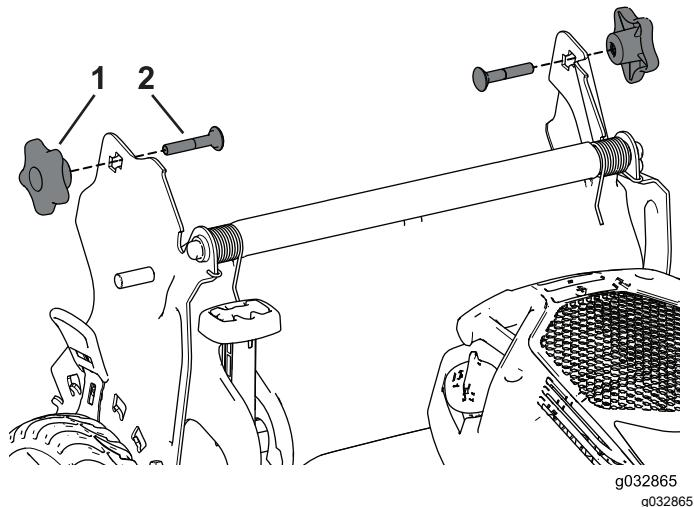

Bild 28
3. Führen Sie die Schlossschraube (mit dem Schraubenkopf nach innen zeigend) durch die Holmhalterung und das obere Loch im Holmende. Stellen Sie sicher, dass jede eckige Schlossschraube richtig in der dazugehörigen oberen oder unteren viereckigen Öffnung der jeweiligen Holmhalterung sitzt (Bild 28).